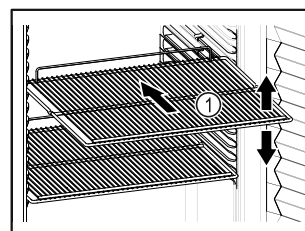

Fig. 61 Beispielhafte Darstellung
- ❑ Wenn Abstellroste *Fig. 61 (1)* versetzbar sind, je nach Höhe anpassen.